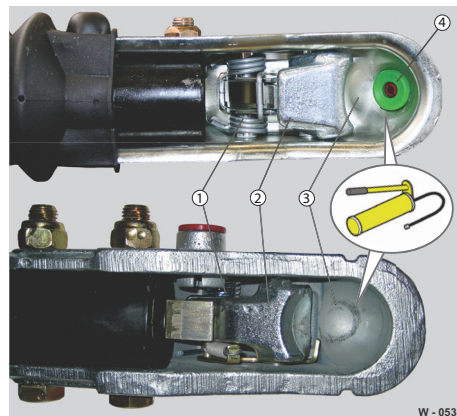

Abb. 42 Zugkugelumkupplung: Von unten
- ▶ Kalotte (Abb. 42/3) und Kupplungsschale (Abb. 42/3) auf Abrieb prüfen.
- ▶ Zugkugelumkupplung bei starkem Abrieb bzw. Fehlfunktion des Federmechanismus (Abb. 42/1) ersetzen lassen.